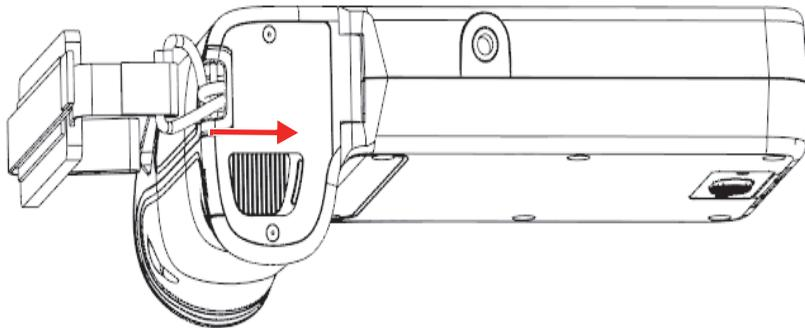

Figura 4-1 Tasto di sblocco dello sportellino del vano batteria
1. Orientare l'EPOCH 6LT in modo che lo sportellino del vano batteria sia rivolto verso l'alto, come illustrato nella Figura 4-1 a pagina 45.